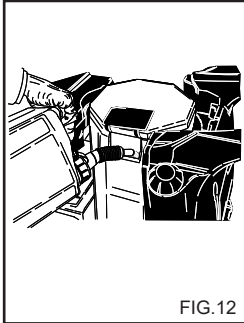

FIG.12
**OPERACIONES PARA EL USO DEL ANTIHELO (fig. 12).**